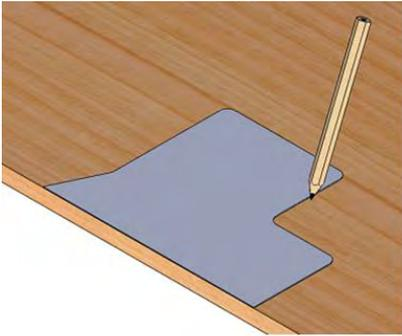

Fig 9
- Placez le gabarit en option sur un plan de travail d'au moins 20 mm d'épaisseur (Fig9).